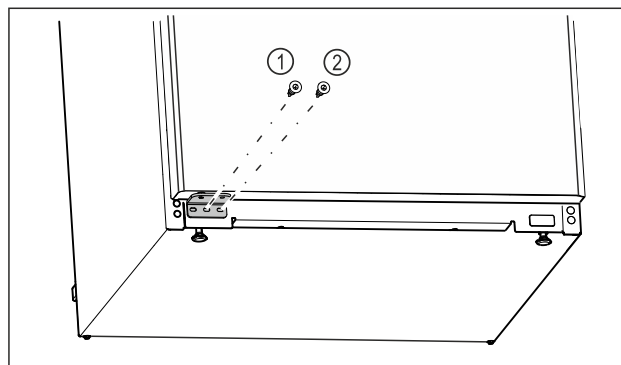

Fig. 17
- ▶ Utáhněte prostřední šroub stojanu ložiska Fig. 17 (1) šroubovákem Torx 20.
- ▶ Utáhněte vnitřní šroub stojanu ložiska Fig. 17 (2) šroubovákem Torx 20.